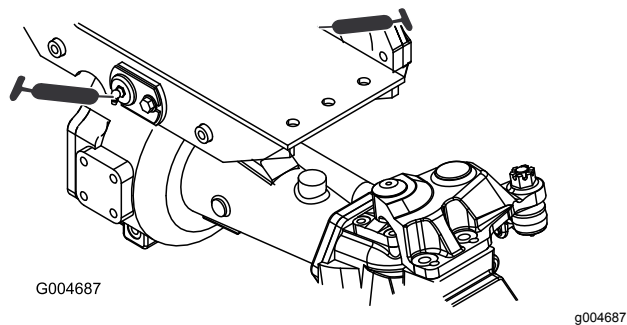

Bild 65
- Zwei Drehbüchsen an der Vorder- und Hinterachse (Bild 65)